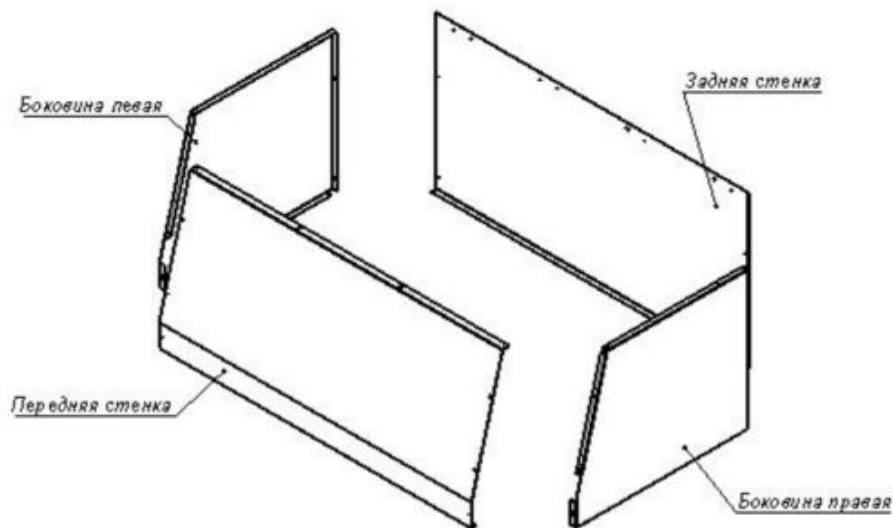

Рис. 2. Сборка корпуса зонта
- 6.1. Соединить переднюю и заднюю стенки с боковыми стенками при помощи винтов М4х12 с шайбами и гайками (Рис. 2).